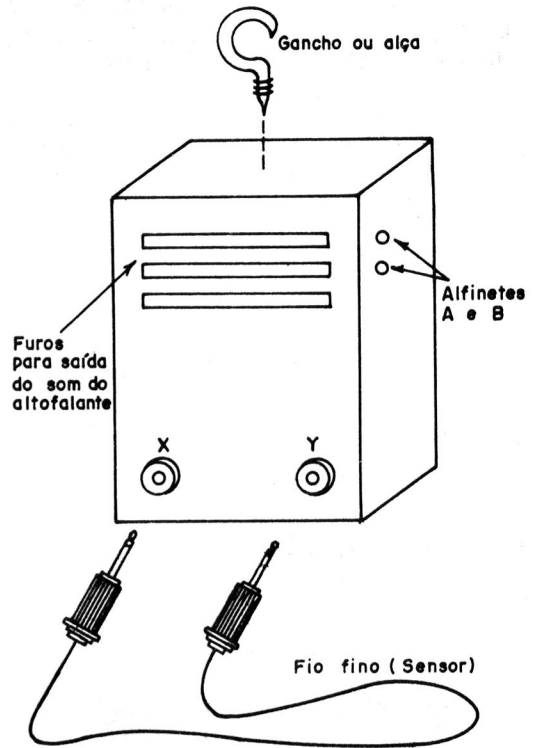

FIGURA 6
c) O alto-falante é de 4 ou 8 Ohms com pelo menos 10 cm. Use uma caixa de acordo com o tamanho deste componente. Na **figura 6** damos uma sugestão de caixa para a montagem.